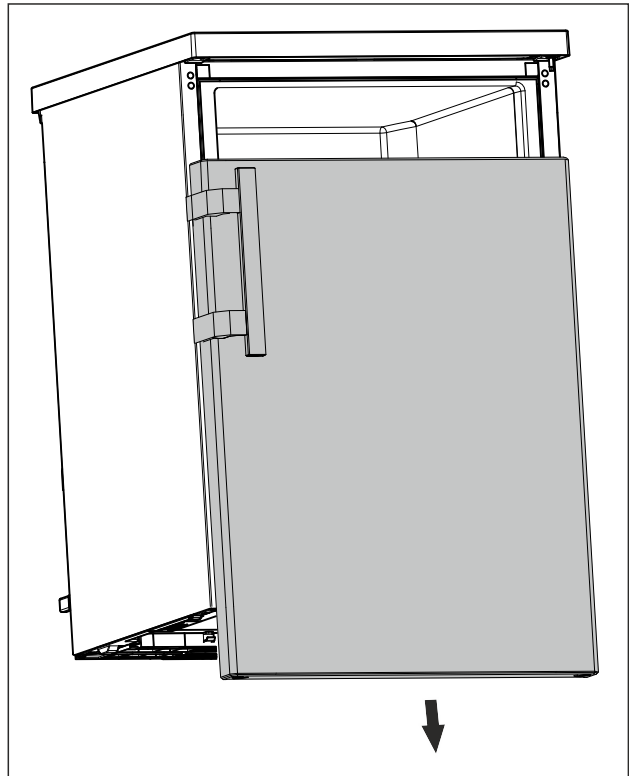

Fig. 15
- Tür nach unten abnehmen. (siehe Fig. 15)